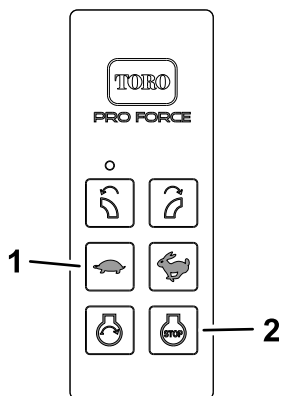

Figura 20
1. Premete il pulsante di DIMINUIZIONE DELLA VELOCITÀ DEL MOTORE (Figura 20) sul telecomando per diminuire la velocità del motore (circa 3/4 di acceleratore).